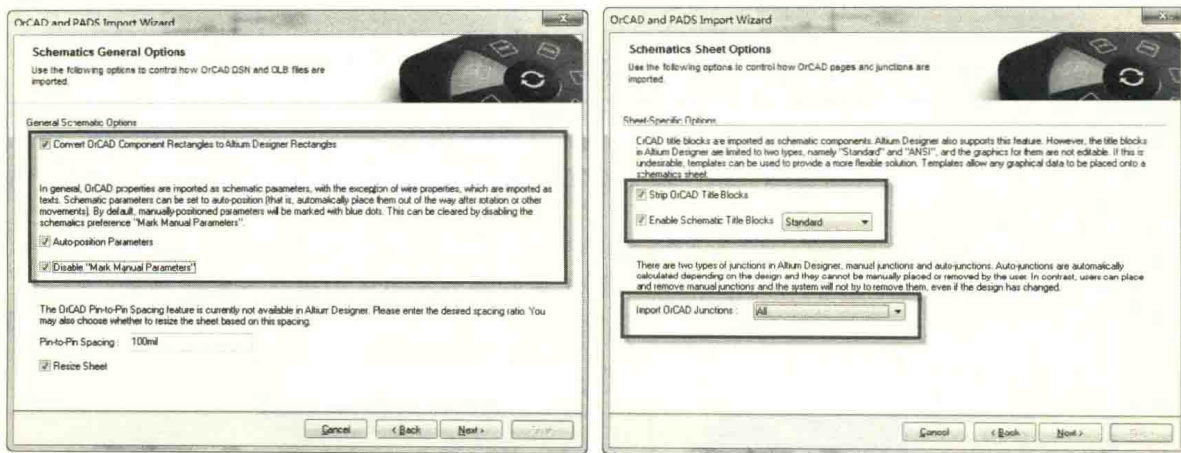

图 11-63 转换选项设置
(3) 在转换过程中，注意转换选项设置，如图 11-63 所示。
- ① Convert OrCAD Component Rectangles to Altium Designer Rectangles。
- ② Auto-position Parameters。